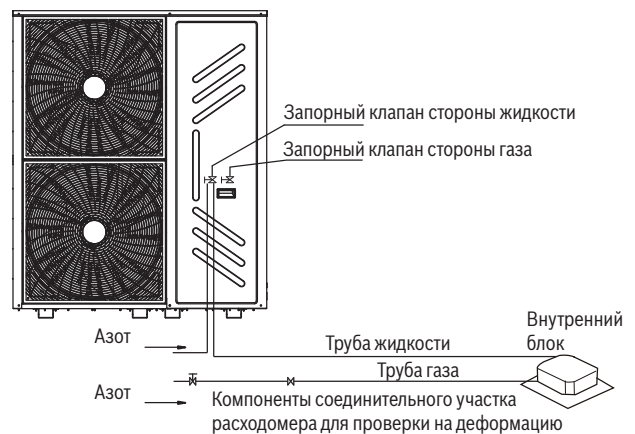

Рис. 5-8
- ЗАПРЕЩАЕТСЯ прилагать давление непосредственно к запорному клапану. (см. Рис. 5-8)